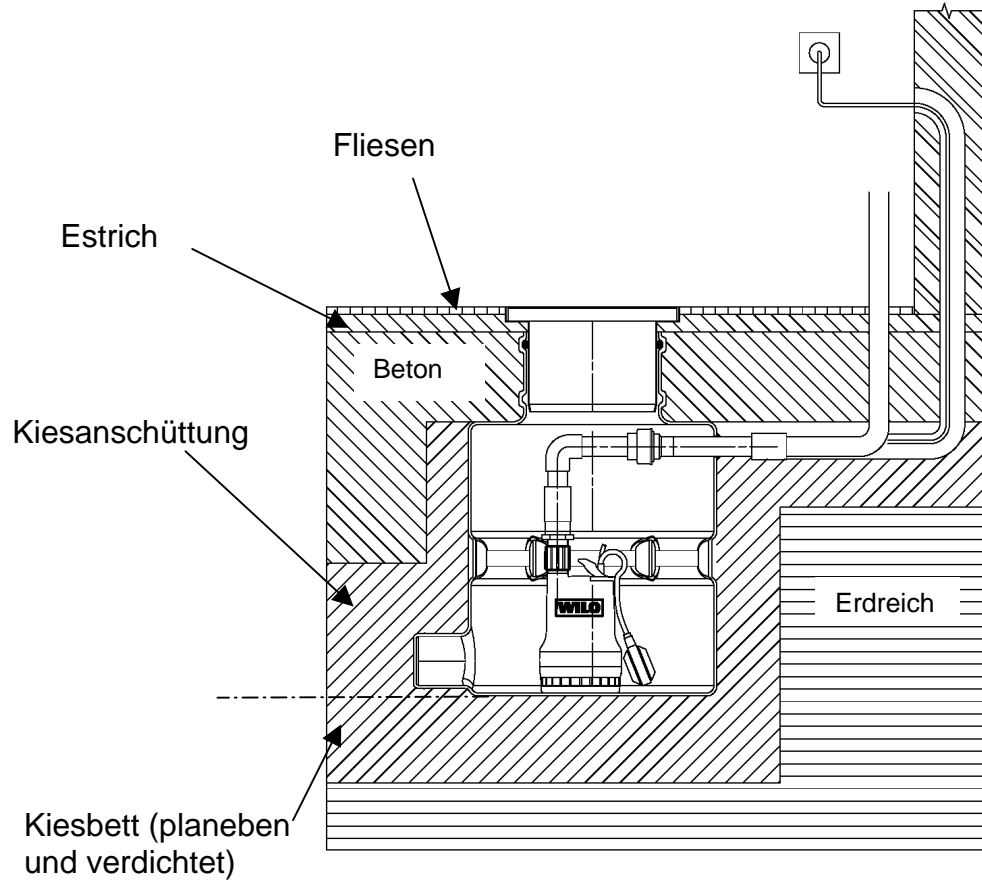

Bild 5
5.2 Einbau der Anlage (Bild 5)